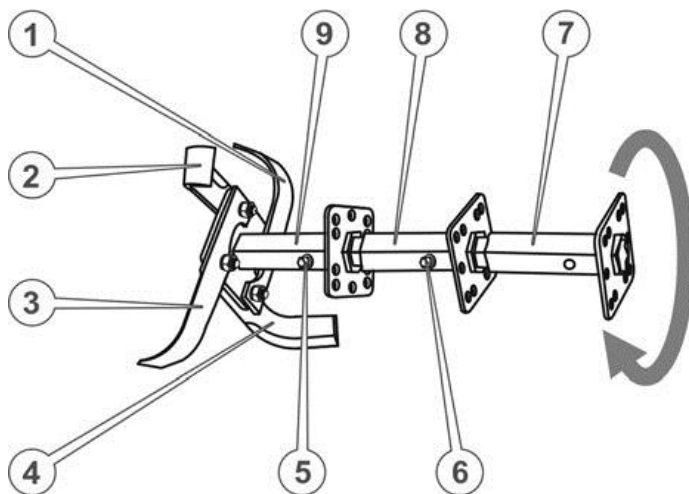
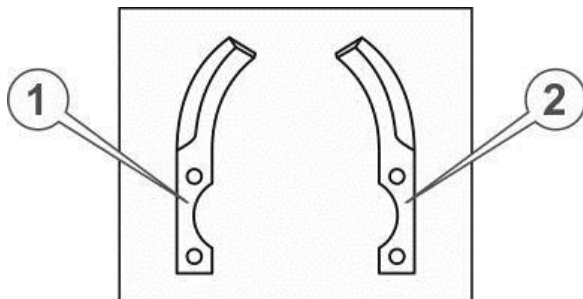

Рисунок 9. – Ґрунтофреза 4-секційна мотоблока МБ 2070Б
Рисунок 10. – Правий та лівий ножі
31. Приєднати трос управління зчеплення, що йде від важеля на лівій рукоятці керма. Для цього вставити сорочку троса в гніздо головки гвинта рукоятки до упору, закрутити до упору довгий регулювальний болт на кінці важеля зчеплення (див. рис. 9.), вставити трос в отвір цього регулювального болта й завести кінець троса в паз фіксатора, після чого викрутити регулювальний болт до виникнення натягу троса.
1. Встановити додаткову маточину ротора в шестигранний отвір основної маточини та зафіксувати, щоб уникнути можливого осьового зсуву, болтом М8х80 з плоскою і пружинною шайбою (див. рис. 9.)
3. Взяти з комплекту ґрунтофрези по одному лівому і правому ножу (див. рис. 10.)
4. Притулити приготовані ножі (наприклад, поз. 2 і поз. 3 на рис. 10.) до кріпильного квадрату маточини уздовж двох суміжних сторін цього квадрата у такий спосіб, щоб квадрат опинився всередині загинів ножів, загострені частини ножів були спрямовані за ходом обертання (як зазначено стрілкою на рис. 9.), кріпильні отвори ножів збіглися з отворами квадрата, водночас кінцевий отвір одного ножа (поз. 3) збігся із серединним отвором іншого ножа (поз. 2). Утримуючи ножі в такому положенні вставити в отвір болт, надіти шайби й наживити гайку.